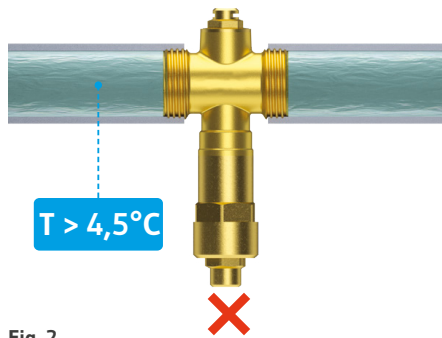

Fig. 2
- Température de fermeture $4,5^{\circ}\text{C} \pm 1^{\circ}\text{C}$ (cf. Fig. 2).